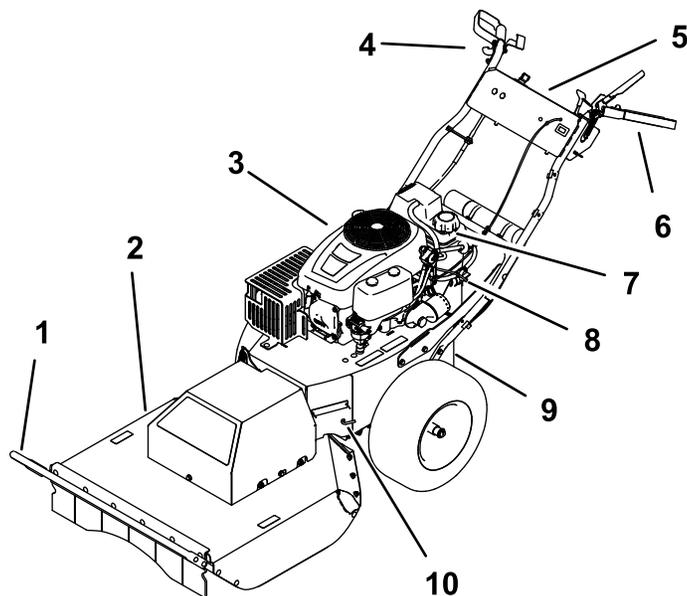
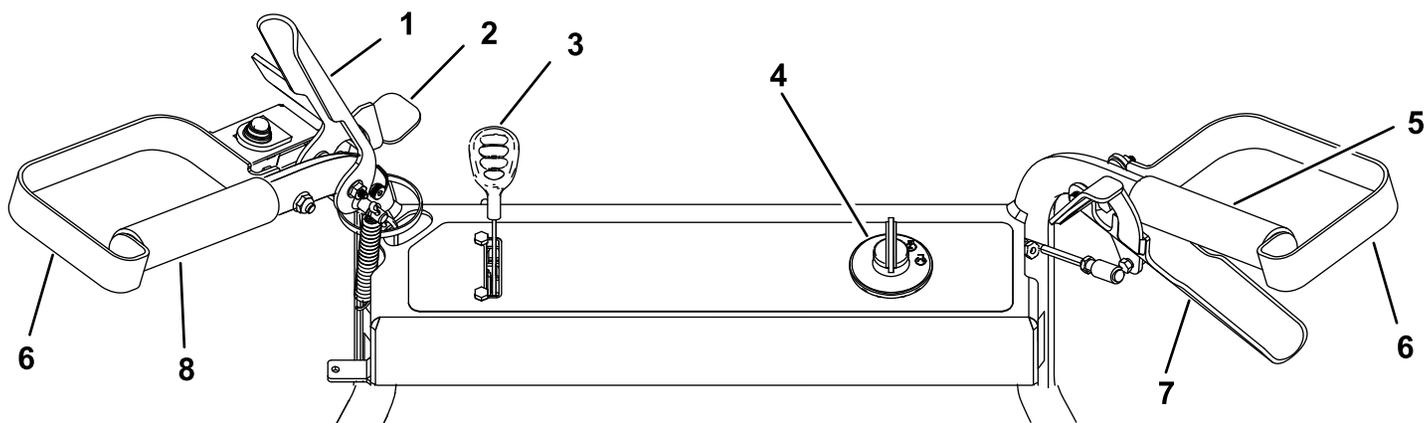

Figure 6
Figure 7
Avant de mettre le moteur en marche et d'utiliser la machine, familiarisez-vous avec toutes les commandes (Figure 6 et Figure 7).
3. Nettoyez la surface autour du bouchon du réservoir et enlevez le bouchon (Figure 6).